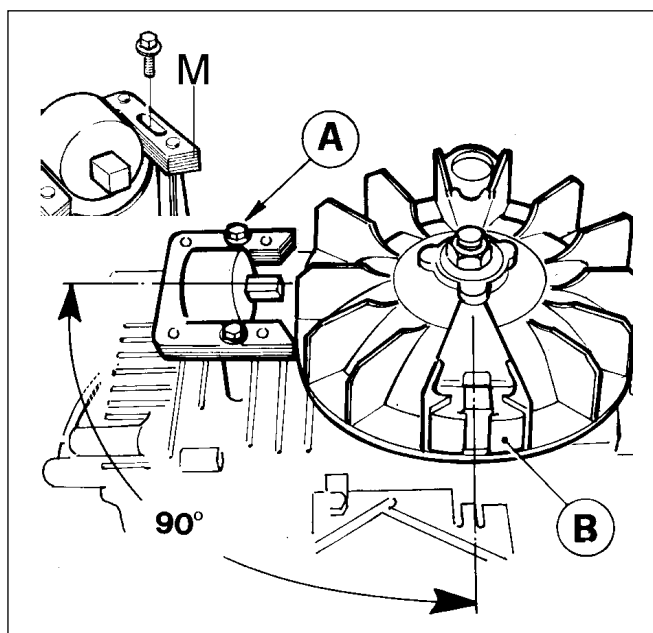

Abb. 16
Motoren der BV-Baureihe sind mit einem Zündsystem mit außenliegender Zündspule ausgestattet. Bei dieser Baureihe ist der Zündspulenblock auf zwei zylindergehäuseseitig angeordneten Befestigungsständern montiert (Abb. 16).
- Positionieren Sie die Schwungradmagnete B wie in Abb. 16 dargestellt.